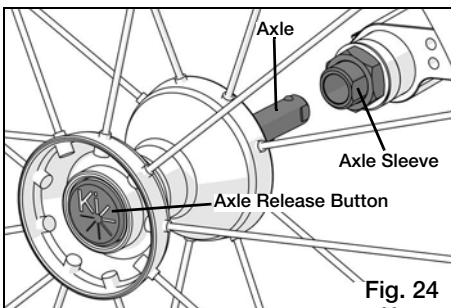

Fig. 24
1. Installing Wheels (Fig. 24)